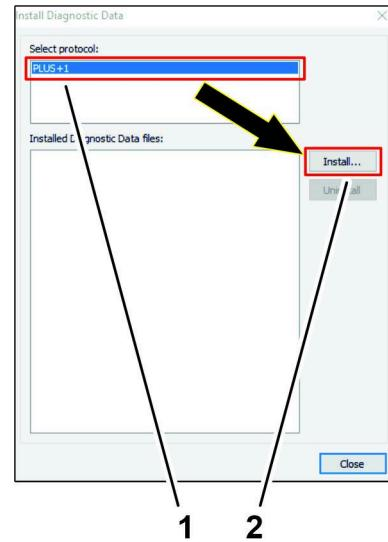

Figura 42
3. Na caixa de diálogo Diagnostic Data, clique no ícone do protocolo PLUS+1, e prima o ícone INSTALL (Figura 42).